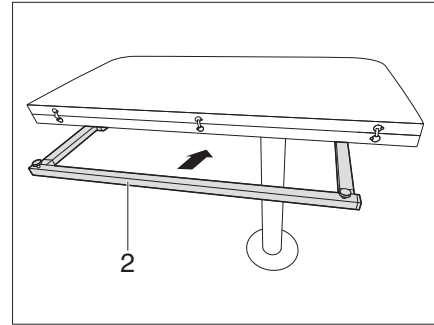

Bild 124 Klapptischunterbau einschieben
- Tischunterbau (Bild 124,2) einschieben.